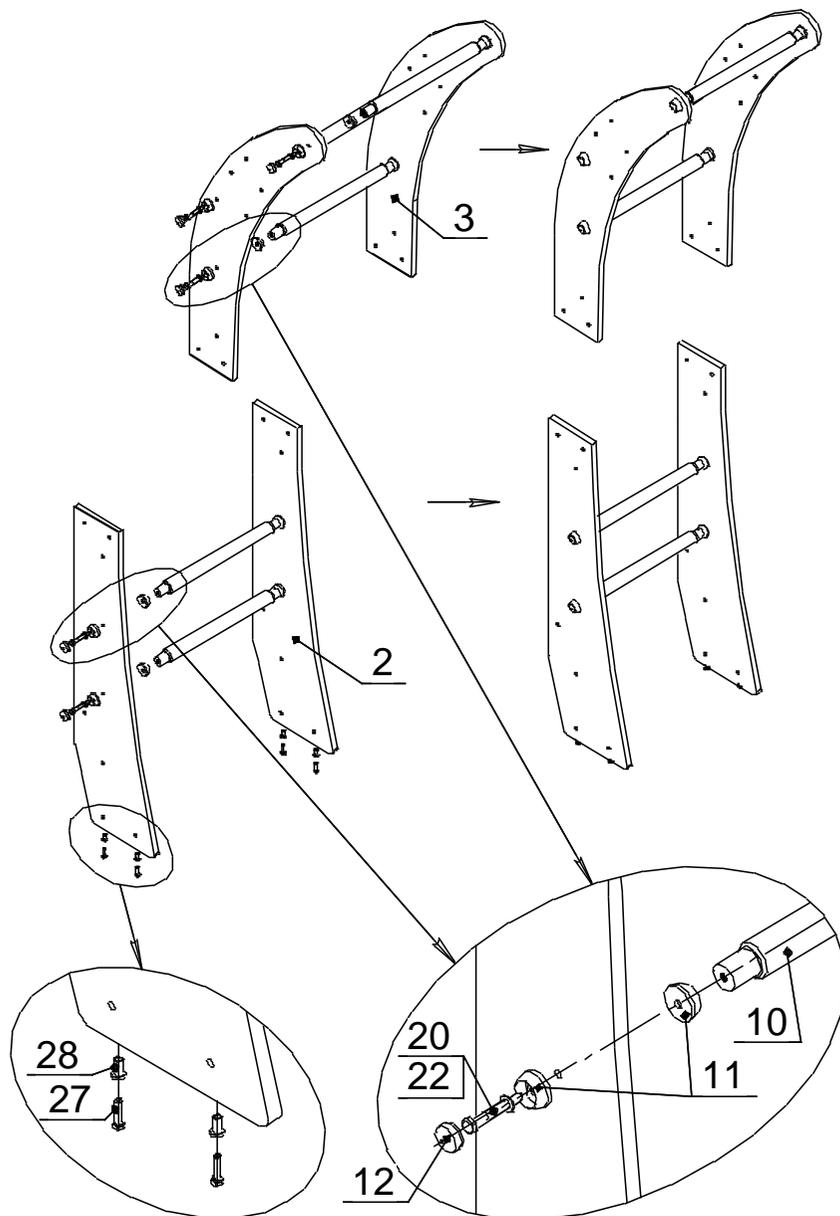

Рис. 2.
10.5.1 Собрать верхнюю и нижнюю полустельницы (Рис. 2)